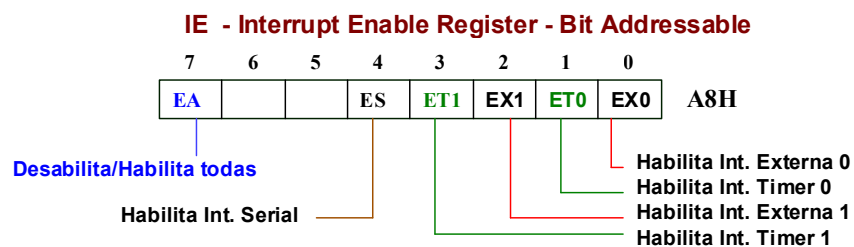

Figura 18 – Registrador *Interrupt Enable*. Deve-se colocar '1' em cada flip-flop para se obter a função descrita.
Para habilitar o atendimento das interrupções do 8051, o programador deve atuar sobre o registrador *Interrupt Enable* (IE). O flip flop 7 (*Enable All*) do registrador IE (Figura 18) funciona como uma chave geral para as interrupções do 8051; ou seja, se ele estiver em '0', nenhuma interrupção é atendida. Além de colocar o flip-flop EA em '1', o flip-flop correspondente à interrupção que se deseja habilitar (Figura 18) deve ser também colocado em nível lógico alto. Por exemplo, a habilitação da Interrupção Externa 1 pode ser realizada através das seguintes instruções: SETB EX1, SETB EA.
Sendo o sinal de *clock* apresentado ao contador TH1-TL1, a contagem é realizada até FFFFH. Quando do próximo incremento, os registradores TH1-TL1 vão para zero e o *flag* TF1 é colocado em nível lógico alto, solicitando execução de tratador de interrupção devido ao TIMER1 (Tabela 10). Para que o tratador seja executado, tal interrupção deverá ter sido habilitada no registrador IE (Figura 18).